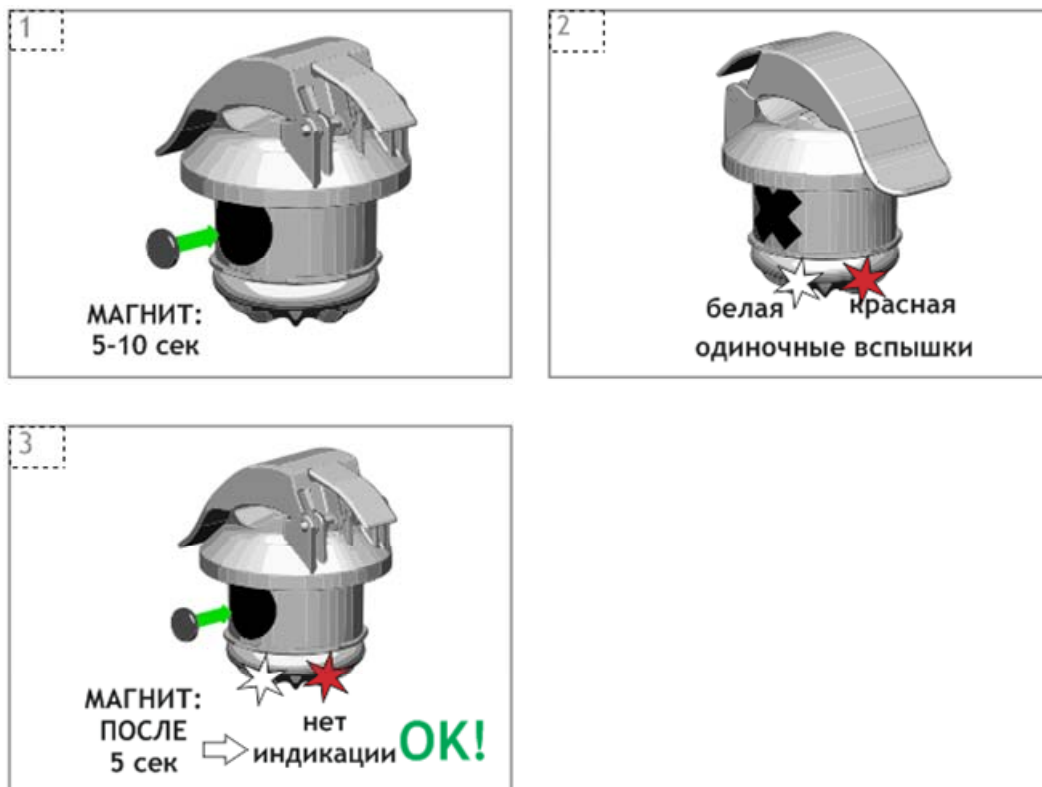

Рисунок 3 – Активация индикатора ИКЗ-В33
2.3.2 Для приведения ИКЗ-В33 в рабочее состояние (в первый раз) необходимо поднести магнит (поставляется отдельно в количестве: один на партию) к изображению «кружка» на корпусе каждого из индикаторов ИКЗ-В33 и удерживать его в течение 5-10 секунд (Рисунок 3).